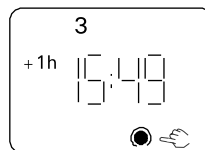

Рисунок 15
Кнопкой ручного режима недельного таймера можно включить каменку так же, как и кнопкой ручного режима (3). При нахождении в ручном режиме дисплей выглядит, как на рисунке. (Рис. 15)